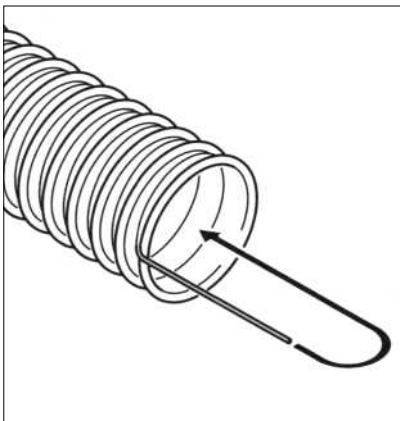

Fig. 110 Erdungslitzen freilegen, einbiegen
- Erdungslitzen an allen Schlauchenden ca. 5 cm freilegen und nach innen in den Schlauch biegen – Fig. 110.